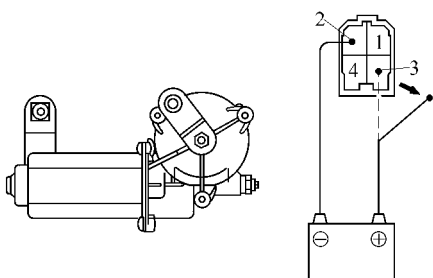

图 18-105 用从端子 3 脱开正极导线停止位置以外任何位置
①运转电动机，采用从端子 3 脱开正极导线的方法，如图 18-105 所示。使电动机停止在除停止位置以外的任何位置。